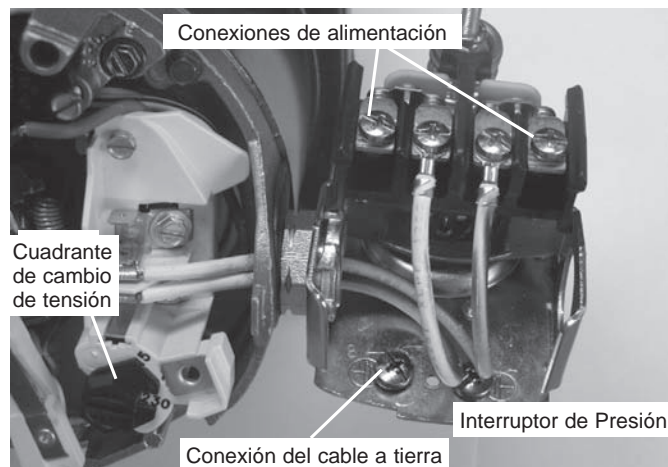

Figura 8: Tensión configurada para 230 V, tipo cuadrante.
3. Conecte los conductores de alimentación a los dos tornillos exteriores en el manóstató según se ilustra en el Figura 8.
4. Conecte el cable a tierra a una de las conexiones a tierra según se ilustra en la Figura 8.